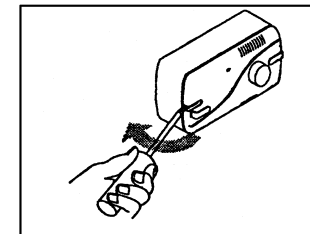

Fig. 2a:
- 1 Staccare la copertura e il telaio di montaggio togliendo i coperchi delle viti e due viti (vedere fig. 2a e 2b).